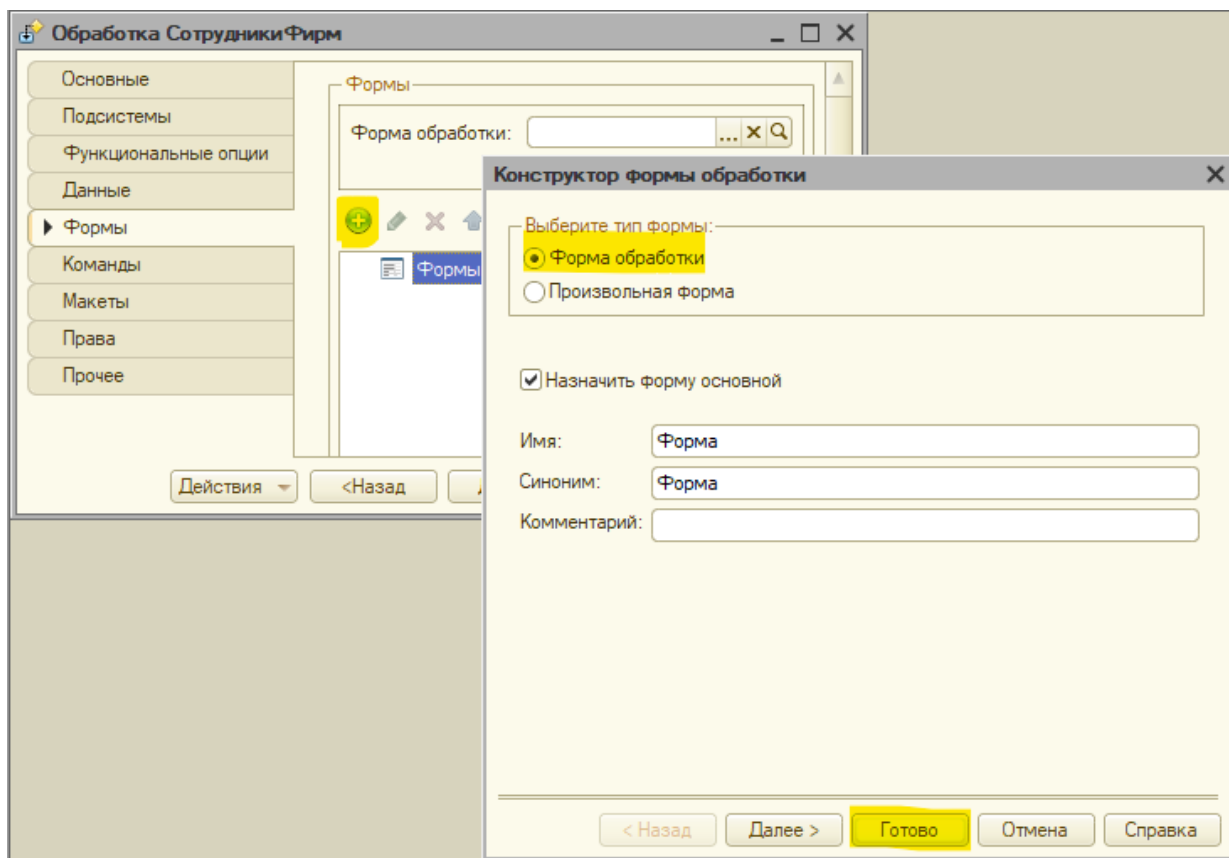

Рис. 5.34. Создание формы обработки
3. Переходим на вкладку Формы, создаем форму и выбираем тип формы «Форма обработки» (рис. 5.34).